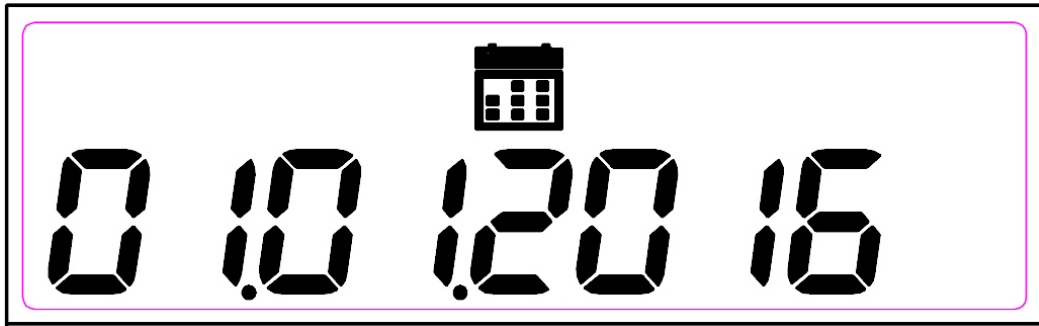

Рисунок 13
2.3.12 Текущая дата, к которой привязываются показания счетчика (рисунок 13).